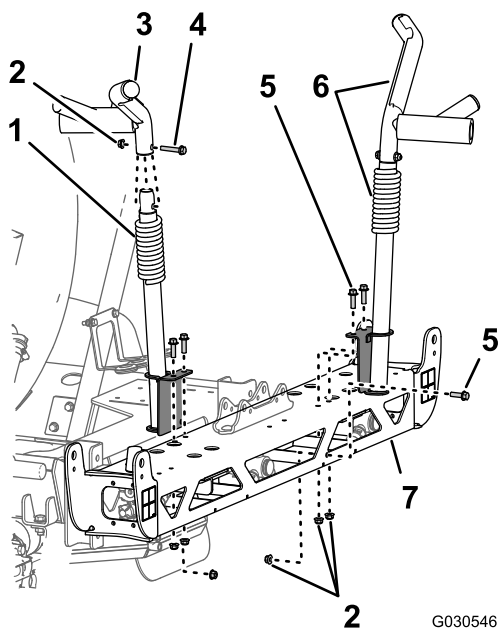

Figura 77
1. Nel supporto della barra di sinistra, rimuovete il bullone a testa flangiata (3/8" x 2") e il dado di bloccaggio flangiato (3/8") che fissano il gruppo del supporto superiore sinistro sul gruppo del supporto inferiore (Figura 77).
2. Rimuovete i 3 bulloni a testa flangiata ($\frac{3}{8}$ " x 2") e i 3 dadi di bloccaggio flangiati ($\frac{3}{8}$ ") che fissano il supporto della barra inferiore sinistra al telaio della sezione della barra centrale e rimuovete il supporto (Figura 77).
3. Nel supporto destro, rimuovete il bullone orizzontale e i 2 bulloni verticali a testa flangiata ($\frac{3}{8}$ " x $1\frac{1}{4}$ ") e i 3 dadi di bloccaggio flangiati ($\frac{3}{8}$ ") che fissano il supporto della barra destra al telaio della sezione della barra centrale (Figura 77).